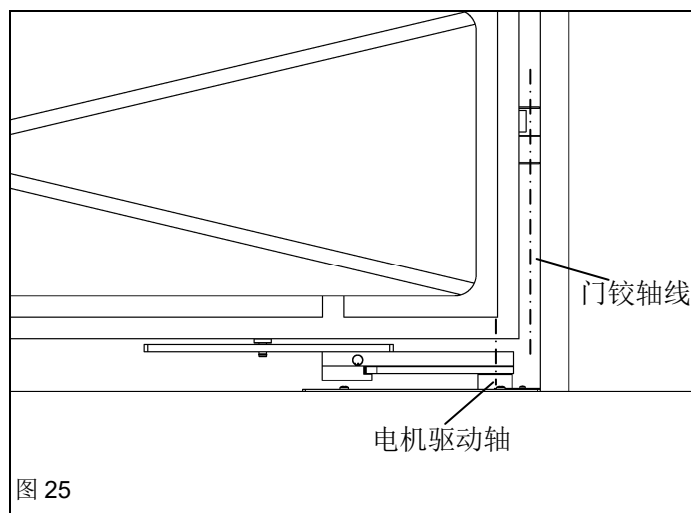

图 25
6.2. 门打开一半，销钉大概在滑槽的中间，把销钉焊在门底（图25）。